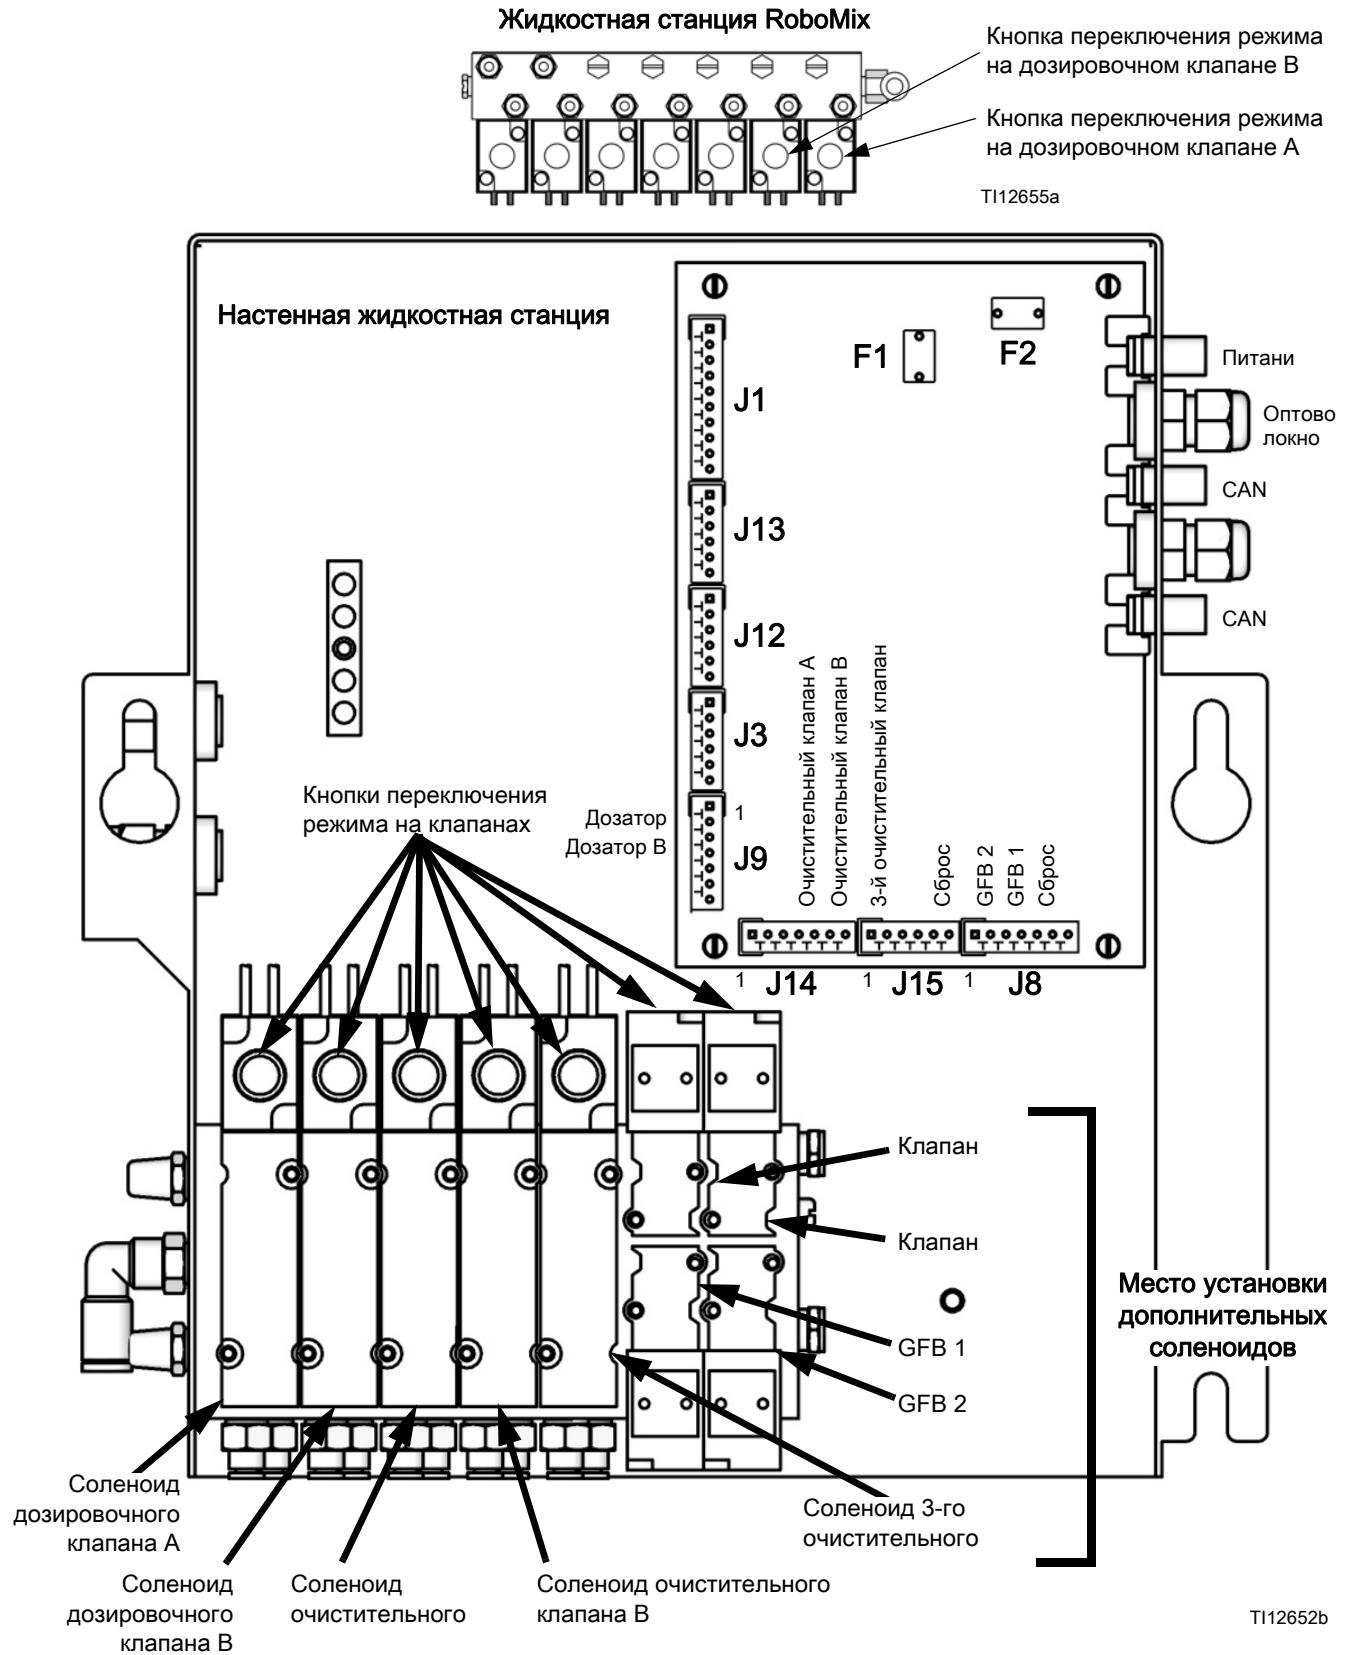

Рис. 5: Плата и соленоиды жидкостной станции
2. Чтобы сбросить давление, нажмите курок пистолета, а затем нажмите кнопку перехода в ручной режим на соленоидах дозирующих клапанов А и В. См. Рис. 5.
5. Чтобы сбросить давление воздуха и растворителя, нажмите курок пистолета, а затем нажмите кнопку перехода в ручной режим на соленоидах клапанов очистки А и В. См. Рис. 5. Удостоверьтесь в том, что давление растворителя упало до 0.
3. Нажмите и удерживайте кнопку переключения режима на соленоидном клапане сброса А, Рис. 5.
5. Нажмите и удерживайте кнопку переключения режима на соленоидном клапане сброса В, Рис. 5.
7. Нажмите и удерживайте кнопку переключения режима на соленоидном клапане сброса А, Рис. 5.
9. Нажмите и удерживайте кнопку переключения режима на соленоидном клапане сброса В, Рис. 5.
3. Отказ соленоида	<p>Вручную приведите клапаны в действие. Для этого снимите крышку жидкостной станции, нажмите и отпустите кнопки переключения режима соленоидных клапанов. Рис. 5.</p> <p>Проверьте подачу сигналов с помощью функции диагностики платы управления. Если сигналы подаются неправильно, перейдите к пункту 4.</p> <p>Клапаны должны мгновенно открываться и быстро закрываться. Если клапаны срабатывают медленно, это может быть вызвано указанными ниже причинами.</p> <ul style="list-style-type: none"> • Слишком низкое давление воздуха на исполнительных механизмах клапанов. См. пункт 1. • Соленоид забит. Убедитесь в том, что на подаче воздуха установлен фильтр с размером ячеек 5 микрон. • Что-то препятствует работе соленоида или трубопровода. Проверьте выход воздуха из трубопровода сжатого воздуха для соответствующего соленоида, когда клапан срабатывает. Устраните посторонние предметы. • Дозировочный клапан открыт слишком сильно. См. настройки в руководстве по эксплуатации системы ProMix 2KS. • Давление жидкости высокое, а давление воздуха низкое. • Неисправность сальникового уплотнения для жидкости в клапане. Информацию о ремонте см. в руководстве к соответствующему клапану.